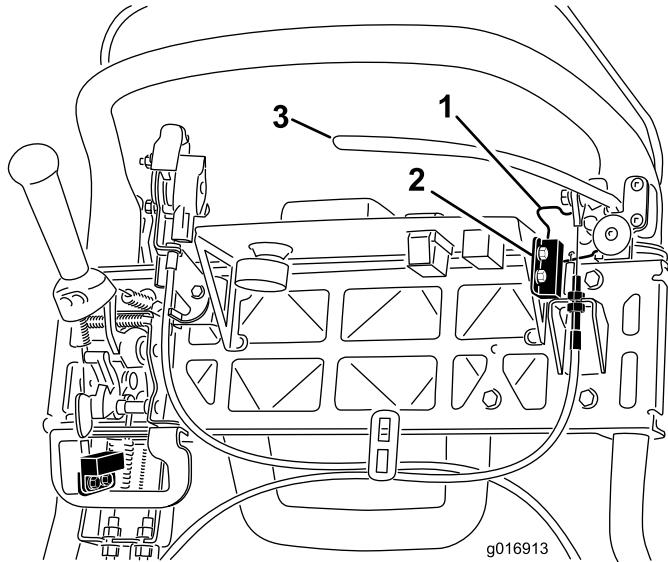

図 39
4. インタロックスイッチを固定しているねじをゆるめる（図 39）。
5. 駐車ブレーキのラッチとインタロックスイッチとの間に厚さ 1.6 mmのすきまゲージをはさむ（図 39）。
4. 走行ケーブルの張りを強くするには、上側ケーブルのジャムナットをゆるめて、下側ケーブルのジャムナット（図 39）を締め、156 N（15.8 kg）の力で駐車ブレーキのラッチが解除されるように調整する。ブレーキバンドが締まりっぱなしにならないよう注意すること。